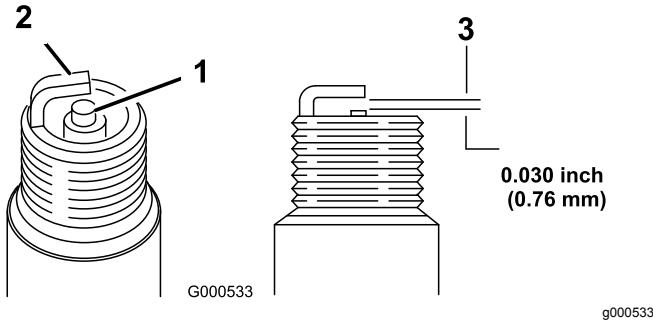

Рисунок 21
- Установите в свече зазор, равный 0,76 мм (Рисунок 21).